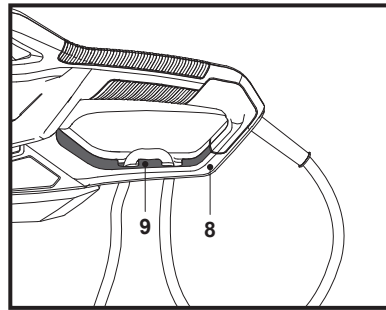

Fig. 2b
2. Colóquelo sobre el retenedor del cable (9) y tire con cuidado del cable para asegurarse de que quede bien sujeto (Fig. 2b).